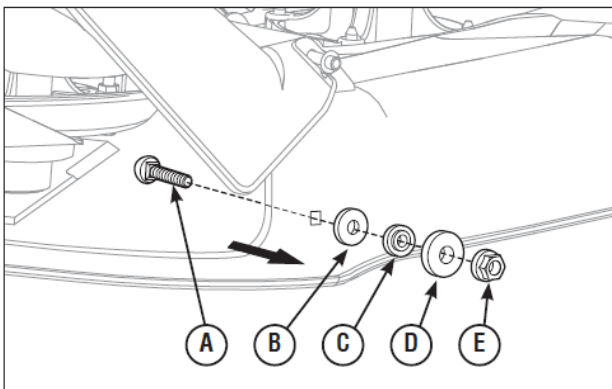

図3
2. 排出口の前方のデッキの内側から、1.25”の根角ボルト(図3のA)、0.341”OD×1.00”ODのワッシャー(B)、スペーサー(C)、0.341”OD×1.25”ODのワッシャー(D)を組み付け、図に示されているように、フランジ付きロックナット(E)で締めてください。